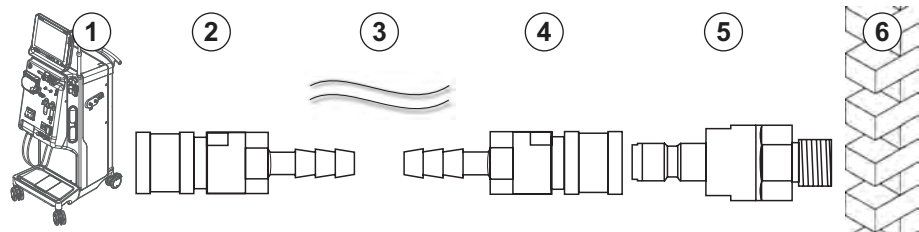
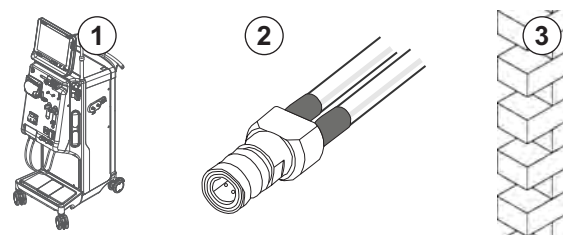

Fig. 4-4 Mulighed 1: Vandindløb til Aquaboss-koblinger
Fig. 4-5 Valgmulighed 2: Vandindløb med Aquaboss-kobling til ringledning
- Mulighed 1: 2 hunkoblinger (Fig. 4-4, ②, ④), indvendig diameter på fleksibelt slange 9 mm, materiale 1.4571 EPDM
- Valgmulighed 1: 1 lukningsnippel, han ⑤, materiale 1.4571 EPDM
- Valgmulighed 2 (ringledning til rådighed): Sekundær ringledning med P-Y-dobbeltadapter, dead space frit (Fig. 4-5, ②)
Valgmulighed 2: Der anvendes en ringledning. Slang, der kommer fra og går til væggen, er fastgjort på hunkobling (Fig. 4-5, ②).
1. Tilslut hunkobling ② direkte til maskinen.